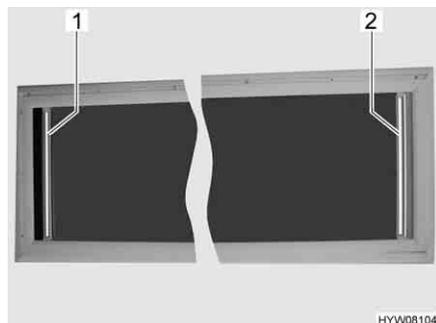

Fig. 84 Ventana abatible de techo
- Tomar el estor plegable (Fig. 84,2) en el centro del agarradero, extraerlo y soltarlo en la posición deseada. El estor plegable se queda fijo en esta posición.
- Tomar el estor plegable (Fig. 84,2) en el centro del agarradero y empujarlo lentamente a la posición inicial.
- Tomar la protección contra insectos (Fig. 84,1) en el centro del agarradero, extraerlo y soltarlo en la posición deseada. La protección contra insectos se queda fija en esta posición.